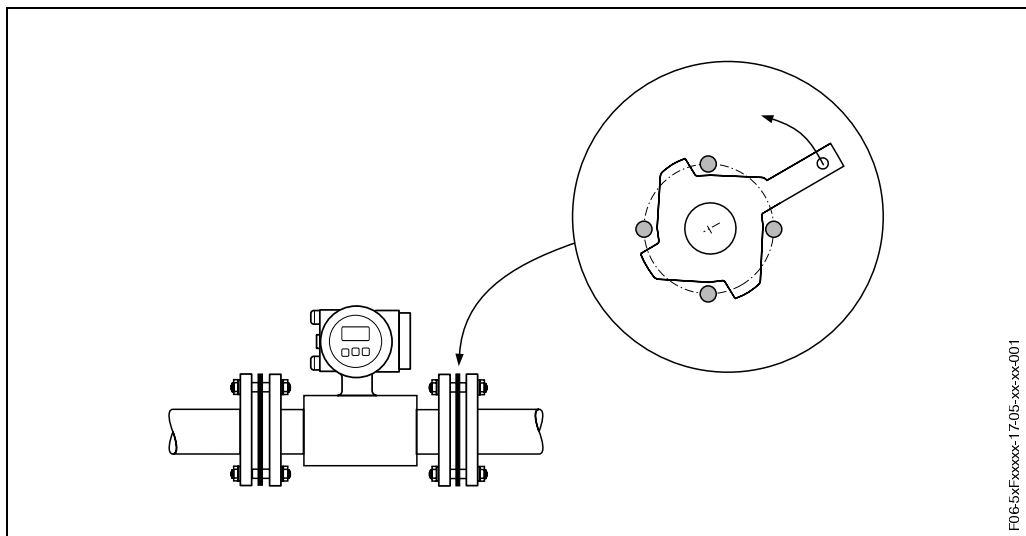

Fig. 17: Montaje de los discos de puesta a tierra (Promag W, DN 15...300)
1. Coloque los discos de puesta a tierra y las juntas entre el instrumento y las bridas de la tubería (ver Fig. 17)
3. Gire ahora el disco de puesta a tierra, tal como se ilustra en la Fig. 17, hasta que la manivela llegue a tocar los pernos. Esto permite centrar correctamente el disco de puesta a tierra.